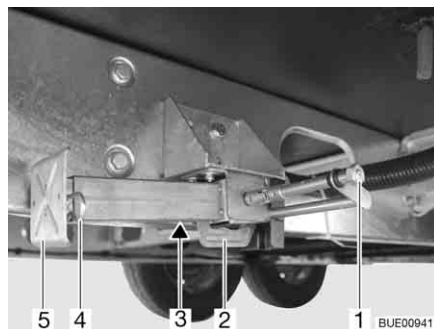

Fig. 32 Vérin stabilisateur
- Placer la clé à pipe sur l'écrou à six pans (Fig. 32,1) et tourner jusqu'à ce que le vérin stabilisateur soit en position verticale vers le bas.
- Lorsque la longueur des vérins stabilisateurs est réglable, faire sortir la goupille (Fig. 32,4) de la rallonge du pied d'appui (Fig. 32,5).
- Placer la clé à pipe sur l'écrou à six pans (Fig. 32,1) et tourner jusqu'à ce que le vérin stabilisateur se dégage du sol.
- Rentrer complètement la rallonge du pied d'appui (Fig. 32,5) et insérer la goupille (Fig. 32,4) dans le trou prévu à cet effet.
- Tourner l'écrou à six pans (Fig. 32,1) jusqu'à ce que les vérins stabilisateurs soient pivotés vers le haut et que la glissière (Fig. 32,2) soit arrivée complètement à l'extrémité de la fente (Fig. 32,3).